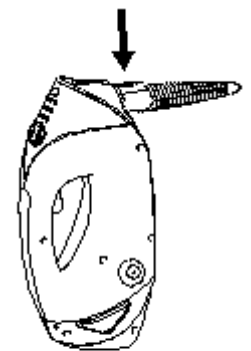

fig.14
- Houd de ontgrendelknoppen ingedrukt om de directe stoomspuit te verwijderen. Schuif vervolgens de accessoireslang via het handvat van het apparaat af. (fig.14)